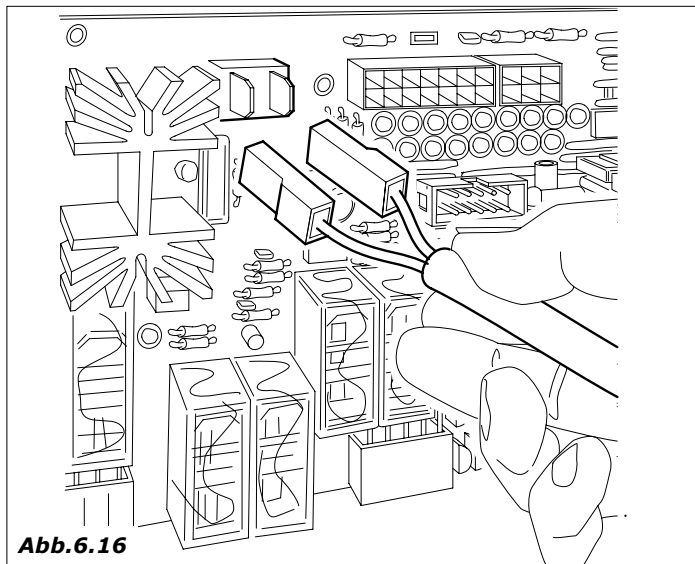

Abb. 6.16
- Nach Durchführen dieser Vorgänge, Widerstandsverbinder an Leistungskarte anschliessen und etwa zehn Minuten warten bis Betriebstemperaturen erzielt werden (Abb. 6.16). Während der Installation des Automaten muß vor dem Anschluß ans Stromnetz sichergestellt sein, daß dieser korrekt an das Wassernetz angeschlossen und daß der Wasserhahn geöffnet ist.